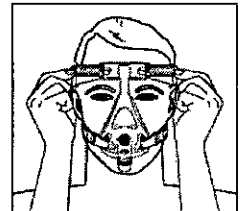

Figura 4
3. Arnés - Tire hacia atrás de las lengüetas para ajustar uniformemente las correas superiores e inferiores (Figura 4).